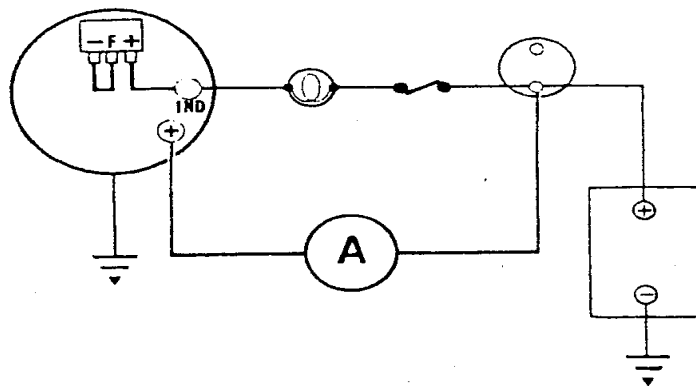

Fig. 79 Checking alternator maximum output
(B) Connecter un ampèremètre entre la borne solénoïde et le câble de sortie principal de l'alternateur. Fig. 79.